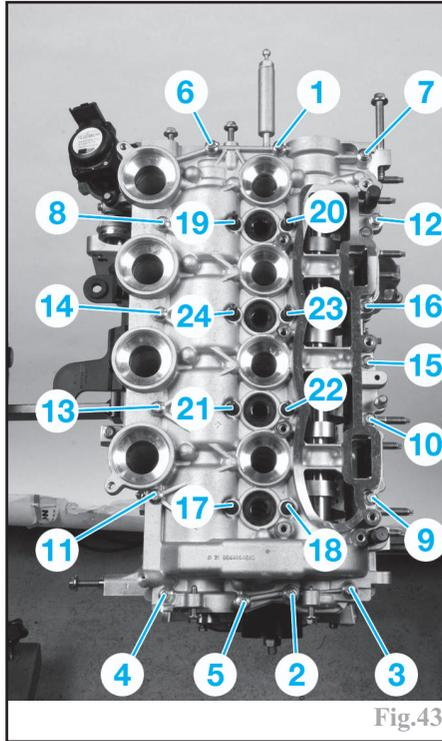

Fig.43
- les vis du carter supérieur de palier d'arbre à cames dans l'ordre indiqué (Fig.43).